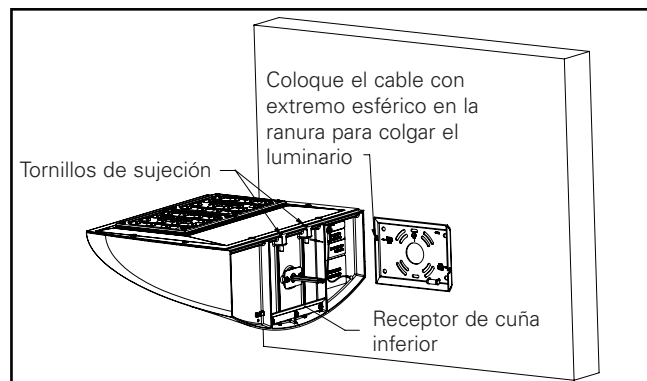

Figura 11
3. Cuelgue el luminario de la placa de cuña usando el cable con extremo esférico ubicado en la parte posterior de dicho luminario. (Figura 11)